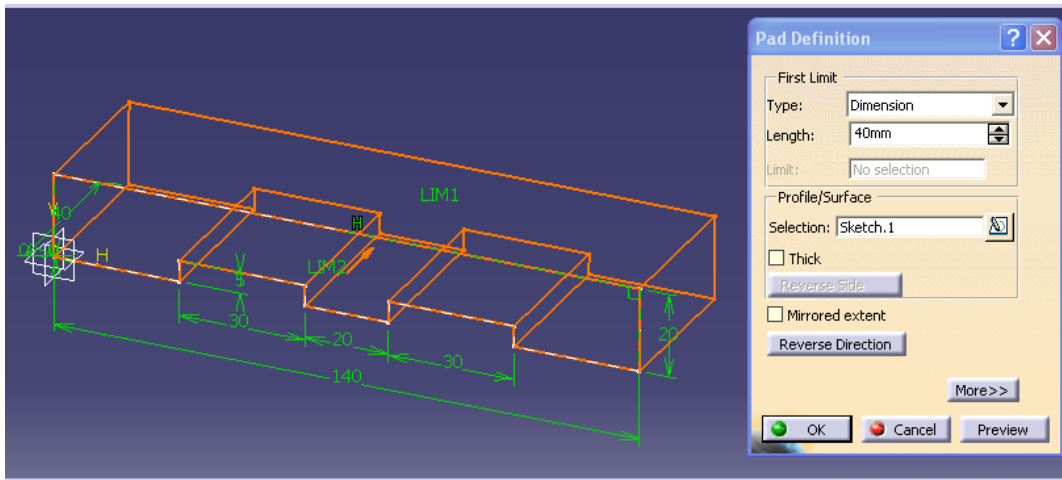

Figura 4.25: PAD DEL PROFILE 1
3.-Ir al modulo PART DESIGN, se utiliza la herramienta PAD y se extruye el profile 1, se da una longitud de 40mm, se obtiene la figura 4.25.